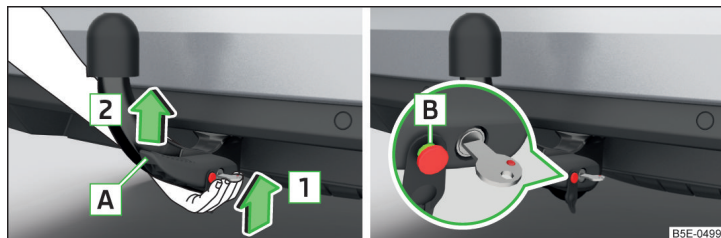

Fig. 170 Inserimento della testa sferica / Dado di innesci in posizione estratta
- Afferrare la testa sferica **dal basso** » fig. 170 e inserirla nel pozzetto di alloggiamento in direzione della freccia **1** sino a quando si innesterà con un clic udibile» !.